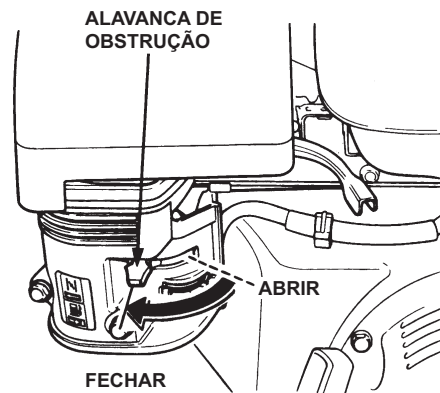

Figura 26. Alavanca de obstrução do motor
4. Coloque a **Alavanca de obstrução** (Figura 26) na posição "**OPEN**" (aberta)
6. Se o motor tiver arrancado, coloque lentamente a alavanca de obstrução (Figura 26) na posição **CLOSED** (fechada). Se o motor não tiver arrancado, repita os passos 1 a 5.